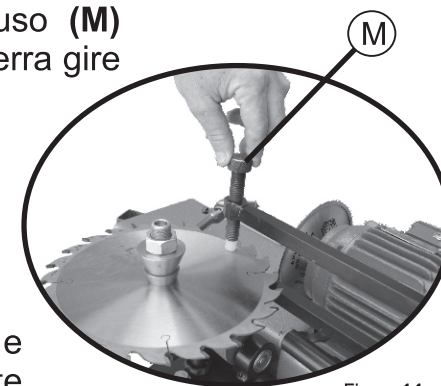

Figura 14
Ajuste o encosto com o parafuso (M) (*figura 14*), de forma a garantir que a serra gire livremente, sem folga.